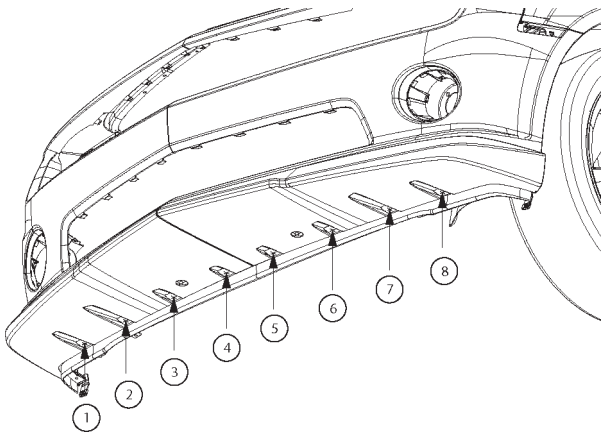

FIGURA 38
15. Utilice 8 líneas en el borde trasero del revestimiento como guía, perforo agujeros de 1/4" en el revestimiento y el salpicadero del vehículo. Consulte la figura 38.